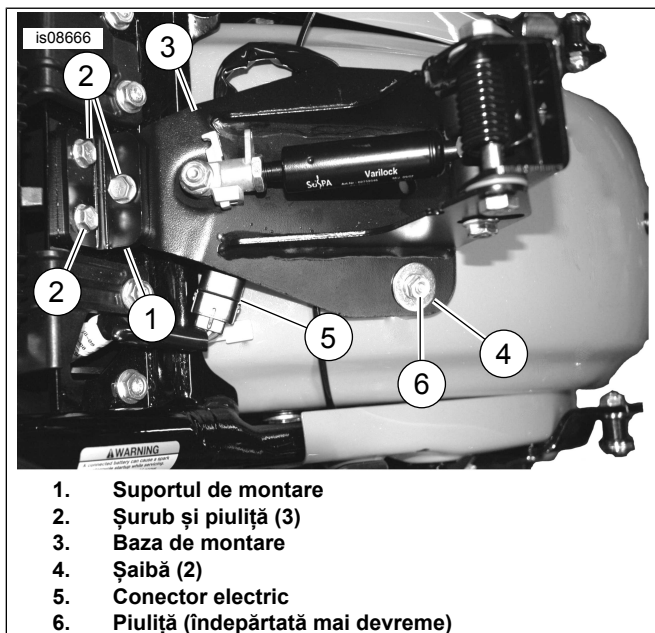
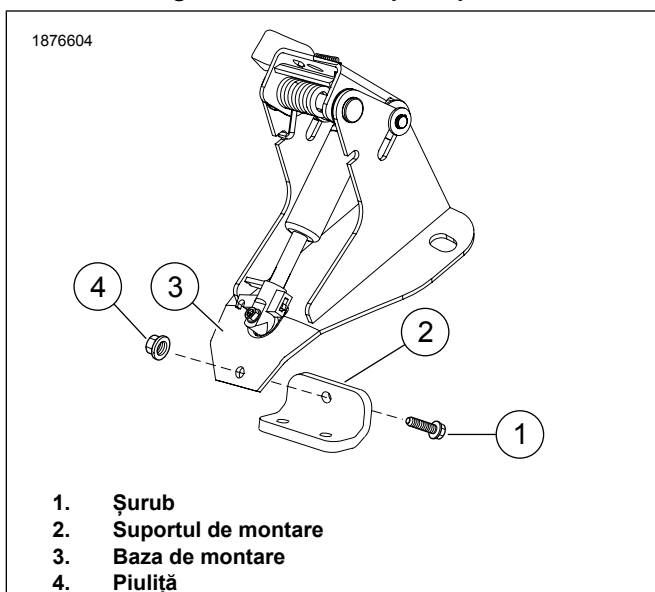

Figura 6. Instalare suport spătar
Figura 7. Opțiune alternativă de instalare pentru suportul de montare
6. A se vedea figura 6. Așezați suportul de montare (1) în poziție și instalați șuruburile și piulițele (2) după cum se arată. Lăsați elementele de fixare lejere. Verificați dacă conectorul electric se deplasează liber.
- a. Consultați Figura 6 și Figura 7. Dacă conectorul electric (5) intră în contact cu baza de montare (3), deplasați suportul de montare (1) în spatele bazei de montare (3).
b. Montați șurubul (1) și piulița (4).
7. Montați șaibele (4) și piulițele (6). Strângeți.